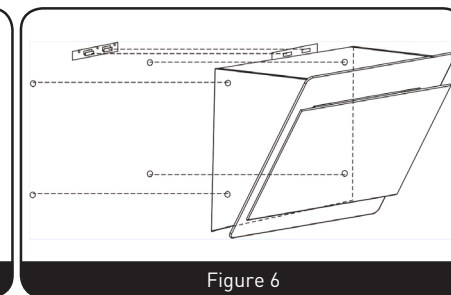

Figure 6
- Fixez le boîtier avec les vis de sécurité. Fixez la hotte avec 4 chevilles murales et 4 vis ST4x30 mm. (Figure 6)